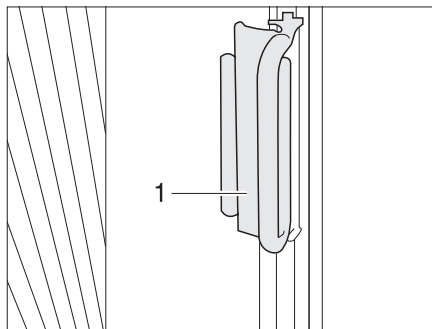

Fig. 16 Poignée du dispositif occultant plissé du pare-brise
- Fixer : ■ Pousser les dispositifs occultants plissés pour le pare-brise en dessous des recouvrements aux montants A avec les poignées (Fig. 16,1) et coincer la poignée sur le recouvrement. Le dispositif occultant plissé est bloqué.